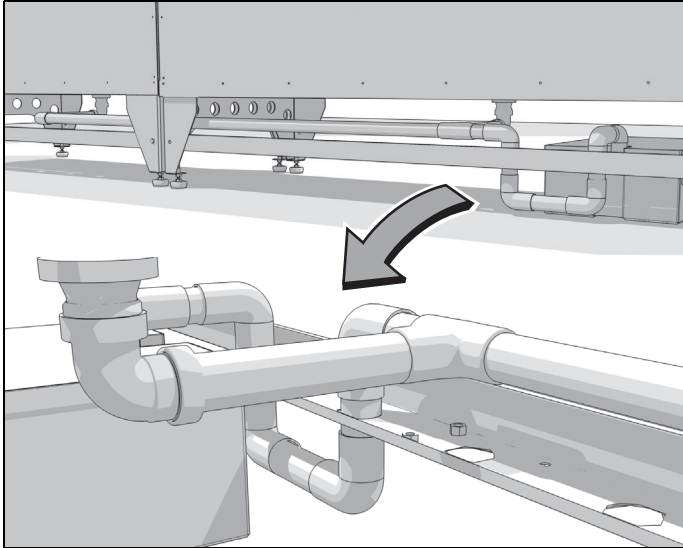

Fig. 4.8: Oljebehållare som betjänar två filterbanker
- Se Fig. 4.8 för montering av en oljebehållare som betjänar två luftinloppsmoduler.